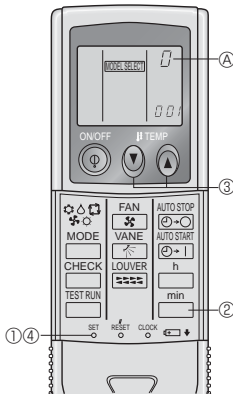

Fig. 6-4
4) Programmation des numéros de paires de la télécommande sans fil infrarouge. (Fig. 6-4)
④ Numéro de paire de la télécommande sans fil infrarouge	Carte à circuit imprimé intérieure